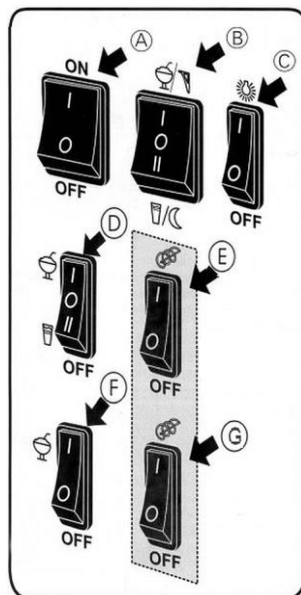

Fig. 4
2. Coloque el interruptor principal (A, Fig. 4) en la posición "I".
3. Coloque los interruptores de conexión/desconexión del husillo (E) para el recipiente 1 y (G) para el recipiente 2 en la posición "I".
4. Coloque los interruptores (B), (D) y (F) en la posición "I" para activar el modo de refrigeración/congelación.
5. Si es necesario, coloque el interruptor de iluminación LED (C) en la posición "I" para iluminar los recipientes.